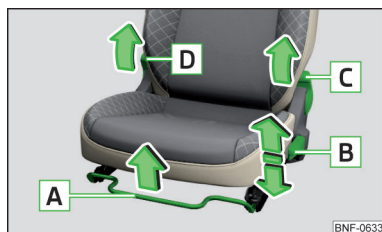

Abb. 52
- Den Hebel **D** » Abb. 52 ziehen und die Sitzlehne vorklappen.